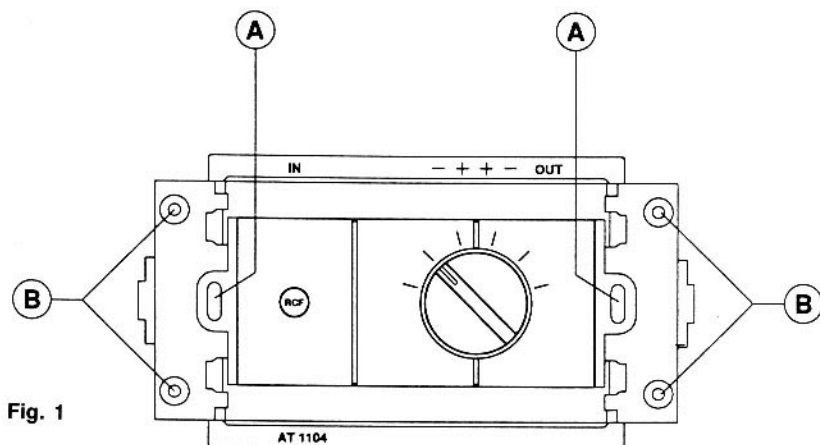
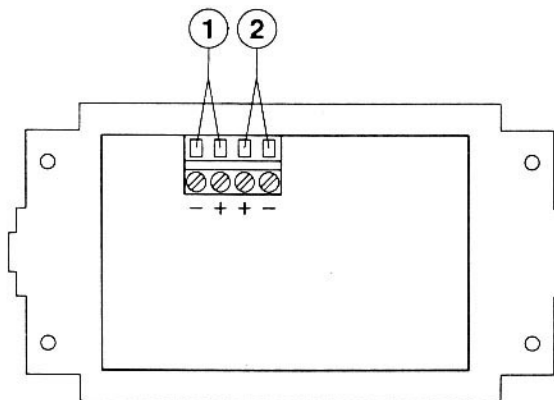

Fig. 1
Fig. 2
Per l'installazione a parete dell'AT 1104 è necessario utilizzare la scatola da incasso RCF mod. 503/T (Cod. 133.60.006) e la placca esterna per 3 moduli. L'apparecchio deve essere fissato con le 2 viti fornite in dotazione alla scatola da incasso, utilizzando le apposite asole presenti sulla mascherina (A - Fig. 1). Qualora si desideri incassare l'attenuatore in componenti d'arredamento, occorre utilizzare l'apposito coperchio posteriore di protezione fornito in dotazione e seguire le indicazioni seguenti.
4) Utilizzando 4 viti che andranno inserite negli appositi fori presenti agli angoli della mascherina (B - Fig. 1), fissare il complesso così ottenuto sulla superficie di montaggio.
For installing the AT 1104 in the wall, you need to use the RCF flush-mounting box model 503/T (code no. 133.60.006) and the cover plate for 3 modules. The attenuator is attached by inserting the 2 screws provided with the flush-mounting box in the slots on the frame (A - Fig. 1). If you wish to install the AT 1104 on shelves, you need to use the rear protective cover provided and follow the instructions below.
4) Using 4 screws inserted in the holes at the corners of the frame (B - Fig. 1), attach the unit thus obtained to the fitting surface.
Pour installer l'AT 1104 au mur, utilisez la boîte d'encastrement RCF modèle 503/T (Code 133.60.006) et la plaque externe 3 modules. L'appareil doit être fixé à la boîte d'encastrement avec les deux vis fournies en dotation qui s'enfilent dans les boutonnières spéciales prévues sur le cache (A - Fig. 1).
- 4) Enfilez les 4 vis dans les trous aux coins du cache (B - Fig. 1) et fixez l'ensemble ainsi obtenu sur la surface de montage.
Tutti i collegamenti sono effettuabili tramite una pratica morsettiera a 4 poli situata sul retro dell'attenuatore in grado di accettare conduttori aventi una sezione massima di 2,5 mm² (Fig. 2). I due morsetti posti in corrispondenza della serigrafia "IN", situata sul frontalino dell'apparecchio (Fig. 1), devono essere collegati alla linea audio proveniente dall'amplificatore di potenza, mentre i due morsetti posti in corrispondenza della serigrafia "OUT", devono essere collegati al diffusore acustico, facendo attenzione a rispettare le corrispondenze di polarità.
All the connections can be made using the practical 4-pole terminal strip situated on the rear of the attenuator, which accepts conductors having a maximum section of 2.5 mm² (Fig. 2). The two "IN" terminals on the front of the unit (Fig. 1) must be connected to the audio line from the power amplifier, while the two "OUT" terminals are connected to the speaker. Make sure you respect the polarity.
Vous pouvez effectuer toutes les connexions en utilisant la plaque de bornes à 4 pôles, située au dos de l'atténuateur et pouvant recevoir des conducteurs d'une section maximum de 2,5 mm² (Fig. 2). Les deux bornes placées en face de la sérigraphie "IN", située à l'avant de l'appareil (Fig. 1) doivent être reliées à la ligne audio venant de l'ampli de puissance, tandis que les deux bornes qui correspondent à la sérigraphie "OUT" doivent être reliées à l'enceinte acoustique. Veillez à bien respecter les polarités.